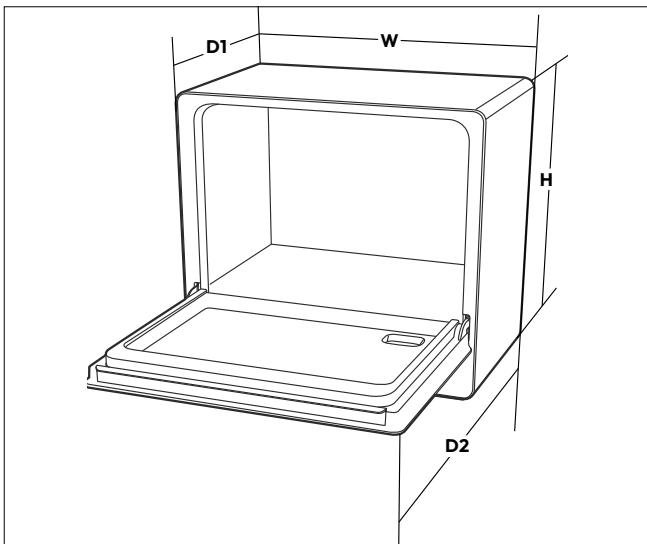

Fig. 7 – Dimensioni dell'apparecchio
- ▶ Durante l'installazione, prestare attenzione alle dimensioni dell'apparecchio (vedere Fig. 7):